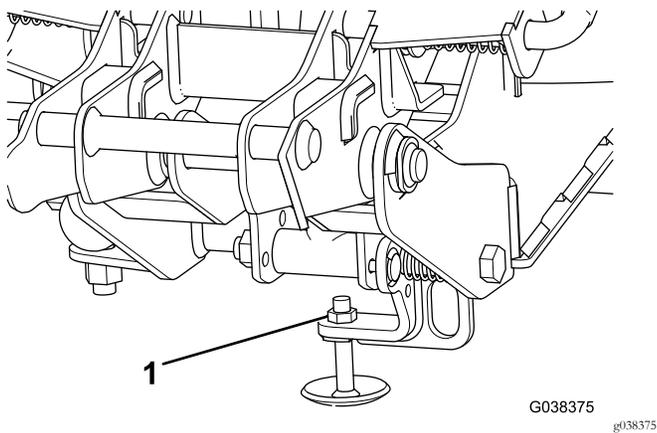

Figura 13
3. Afloje la contratuerca del soporte (Figura 13).
- Ajuste la contratuerca (Figura 13).